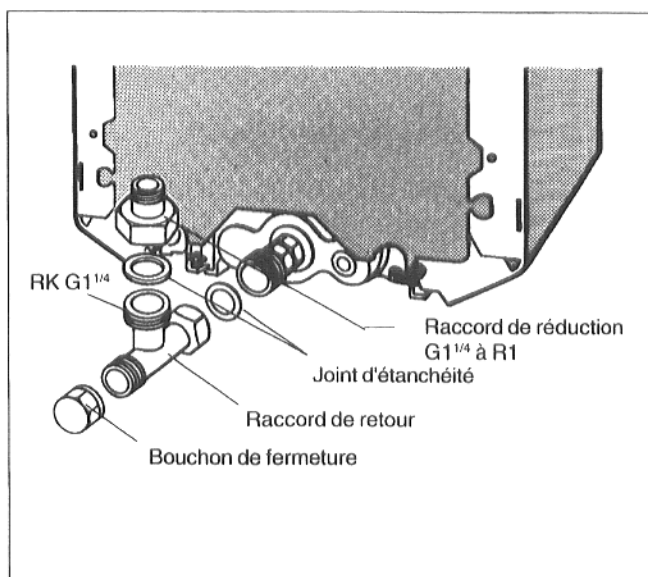

Fig. 10
- Insérer le joint d'étanchéité dans le raccord à vis du raccord de retour et le visser au répartiteur dans le retour de la chaudière (Fig. 10).
- Insérer le joint d'étanchéité dans l'écrou du raccord de réduction et visser le raccord de réduction sur la sortie latérale du raccord de retour (Fig. 10).